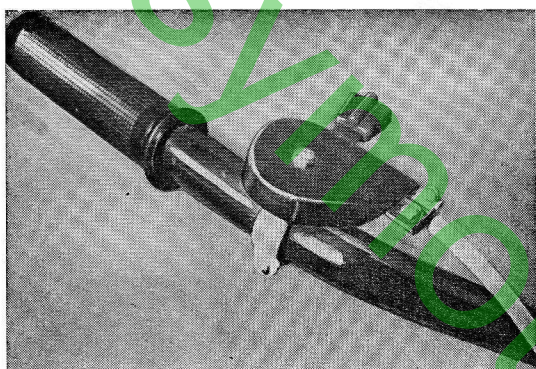

Fig. 10
- Pousser la manette des gaz sur la position « START ». S'assurer que le volet de départ soit bien fermé à fond dans cette position, sinon la commande de gaz doit être réglée en jouant sur la position de la gaine (fig. 10).